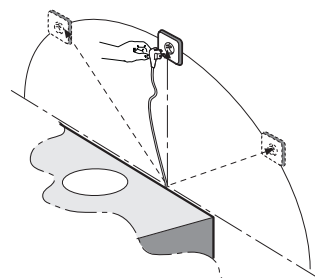

Fig.1A
• Sostituzione delle lampade ad incandescenza (Fig.1A).
Sostituire con lampada dello stesso tipo (Fig.1A).